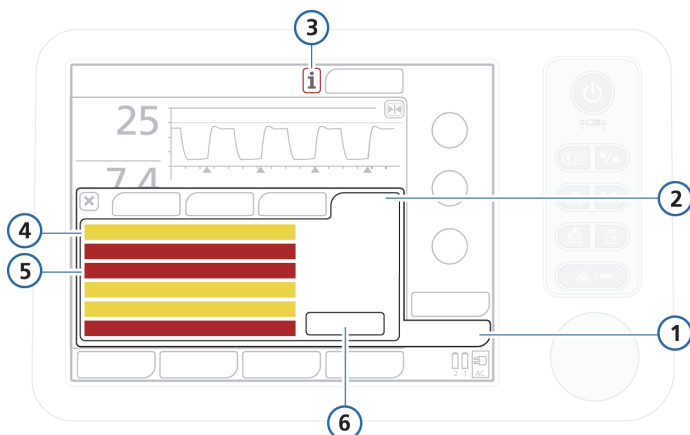

Рисунок 9-5. Буфер тревог с неактивными тревогами
- Если на текущий момент активных тревог нет, в буфере отображаются самые последние неактивные (рис. 9-5). Активные тревоги отображаются в полях с прямыми углами.
- Коснитесь индикатора неактивной тревоги (значок «i») (рис. 9-5).
Чтобы очистить сообщения для всех неактивных тревог, нажмите кнопку «Сброс» (рис. 9-5). Закрытие буфера не удаляет его содержимое.